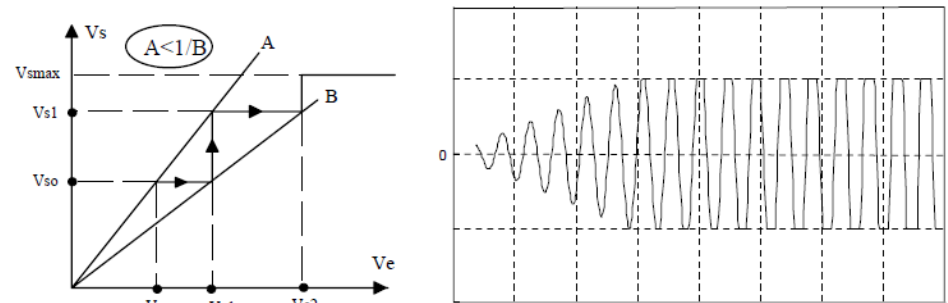

Figure 4 : Ecrêtage du signal d'un oscillateur, $A \cdot B > 1$
- Au bout d'un certain temps, on se retrouve avec $A \cdot B > 1$, soit $B > 1/A$, le signal ramené par **B** à l'entrée est légèrement supérieur à V_e (qui l'a généré), donc **Vs sera un peu plus grand que précédemment** et ainsi de suite jusqu'à ce que le signal atteigne l'amplitude maximale qu'il peut prendre, au-delà de cet état on dit qu'il y a saturation ou écrêtage du signal. Ce phénomène est illustré sur la **figure 4**.